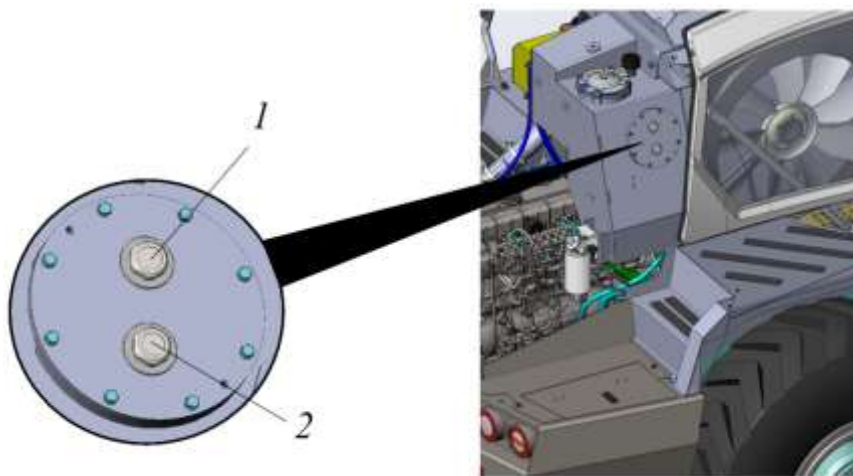

Рисунок 5.37. Процедура проверки уровня масла в гидравлическом баке
- Проверить уровень масла в гидравлическом баке используя смотровые окна, см. рис. 5.37.
Смотровые окна врезаны в стенку бака, доступ к ним реализован с правой стороны в задней части машины. Верхнему-нормальному (*max*) значению соответствует уровень масла, закрывающий на половину верхнее смотровое окно 1. Минимальному (*min*) соответствует уровень масла, закрывающий на половину нижнее смотровое окно 2, рис. 5.37.
- ▶ Проверить уровень масла в баке посредством смотровых окон, см. рис. 5.37. Если уровень масла в баке доходит до середины верхнего смотрового окна - нормальный уровень.